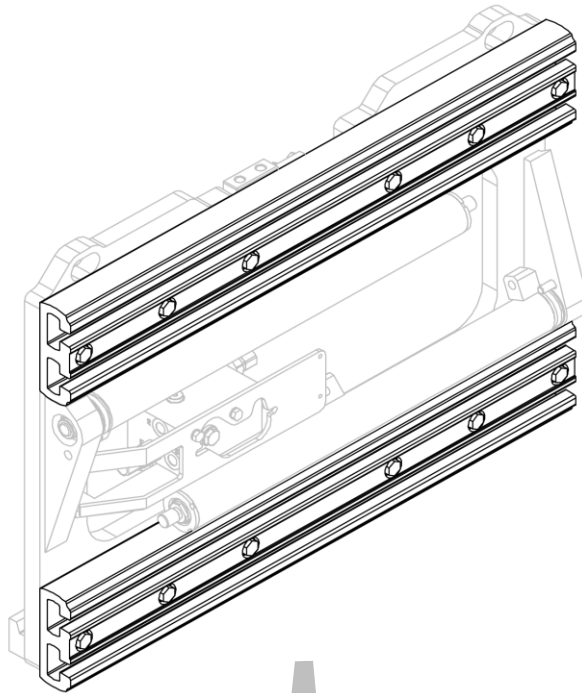
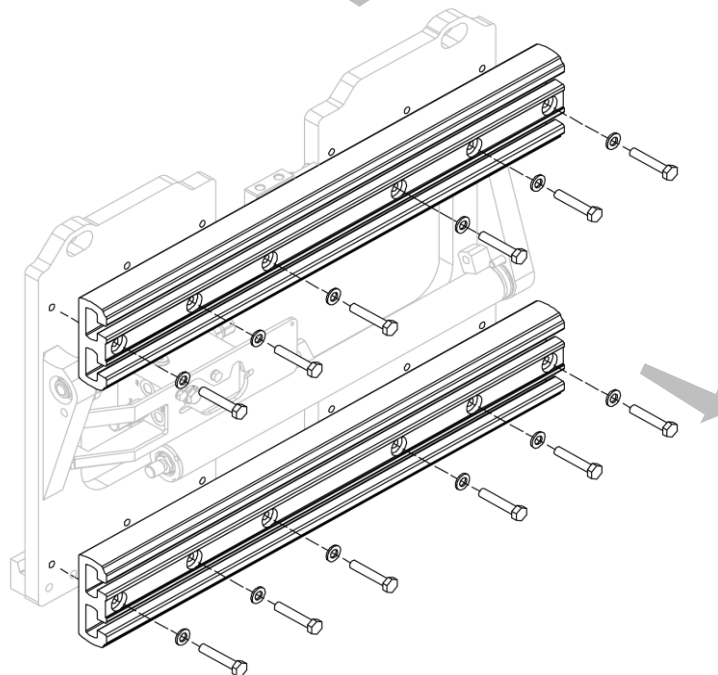

Figure 26
Figure 27
2. Retirer, un par un, les profils en aluminium après avoir dévissé les vis prévues à cet effet (voir Figure 26 e Figure 27).